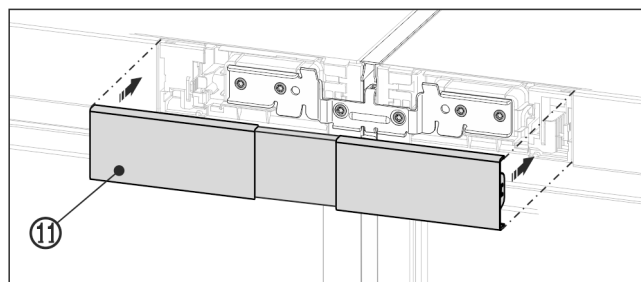

Fig. 21 例图
- 将上盖板 Fig. 21 (11)卡紧在两块操作板中间空位处。注意，盖板外侧必须与操作板平整连接。